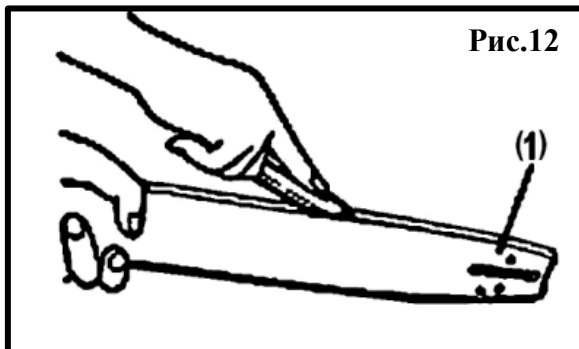

Рис.12
Когда пильная шина разобрана, удалите опилки в бороздке шины и масляном порте (см. Рис.12,13). (1)-Масляный порт на шине, (2)-Порт для смазки ведомой звёздочки, (3)- Ведомая звёздочка шины.